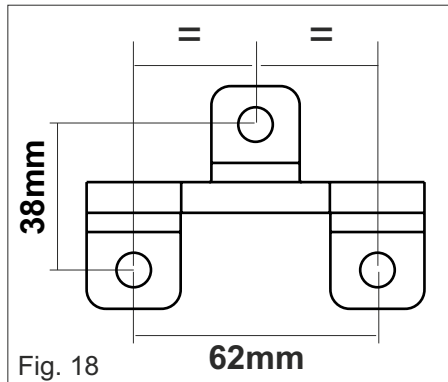

Fig. 18
- 2) Atornillar el soporte en correspondencia de los agujeros hechos respetando las cuotas (Fig. 18 - 19)